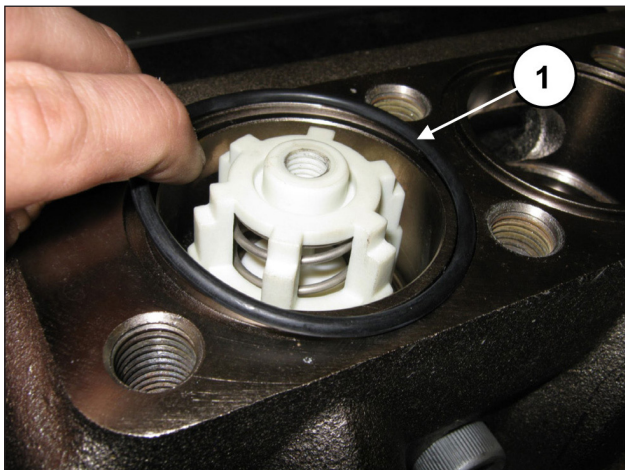

Fig. 164
Aplique o O-ring dianteiro nas válvulas de descarga (pos. ①, Fig. 164).